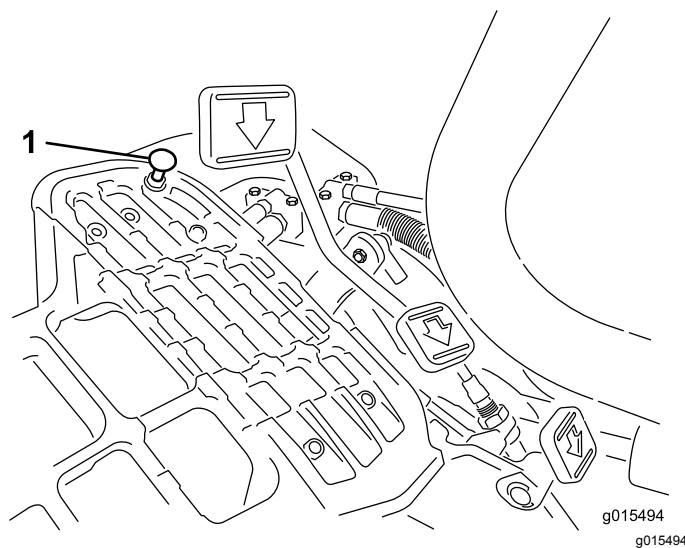

Figure 52
Enfoncez la pédale de déplacement. Si la pédale touche la butée (Figure 52) avant que la tension soit ressentie sur le câble, un réglage est requis.
1. Desserrez les contes-écrous à embase qui fixent la butée de pédale au plancher (Figure 52).